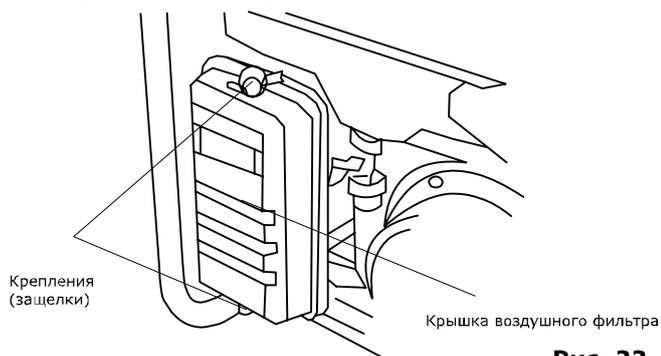

Рис. 22
- Откройте крышку фильтра (рис. 22).